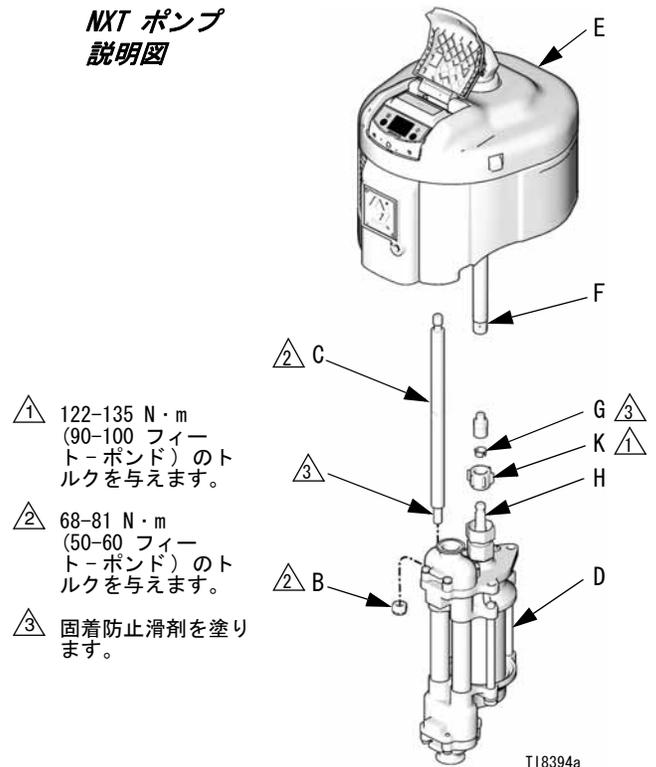

図 .2
3. 結合ナット (K) を緩めてカラー (G) を外します。結合ナットをピストンロッド (H) から外します。ロックナット (B) をタイロッド (C) からネジを緩めて外します。下部 (D) をモーター (E) から引き離します。図 .2 および図 .3 を参照のこと。
- スロートカートリッジ (35) に O リング (36+) を取り付けます。スロートカートリッジのネジに滑剤を塗り、カートリッジを上部のポンプハウジング (1) にねじ込みます。スロートカートリッジに 135 N・m (100 フィート-ポンド) のトルクを与えます。
- パッキンナット (21) を固く締めてナットを更に約 1/4 回転回します。トルクレンチがあれば、パッキンナットを 40 N・m (30 フィート-ポンド) に締め付け、その後、緩めてから 20-27 N・m (15-20 フィート-ポンド) に再度締め付けます。
- 結合ナット (K) およびカラー (G) をピストンロッド (H) にはめてネジを締め付けます。197-203 N・m (145-150 フィート-ポンド) にトルクを与えます。図 . 2 を参照のこと。
- Viscount I+ ポンプの上で、ピン (A) を再度取り付けます。必要に応じて、油圧供給源に再度取り付け、ポンプを行程の中程に移します。結合端から最初の穴にピンを取り付けます。